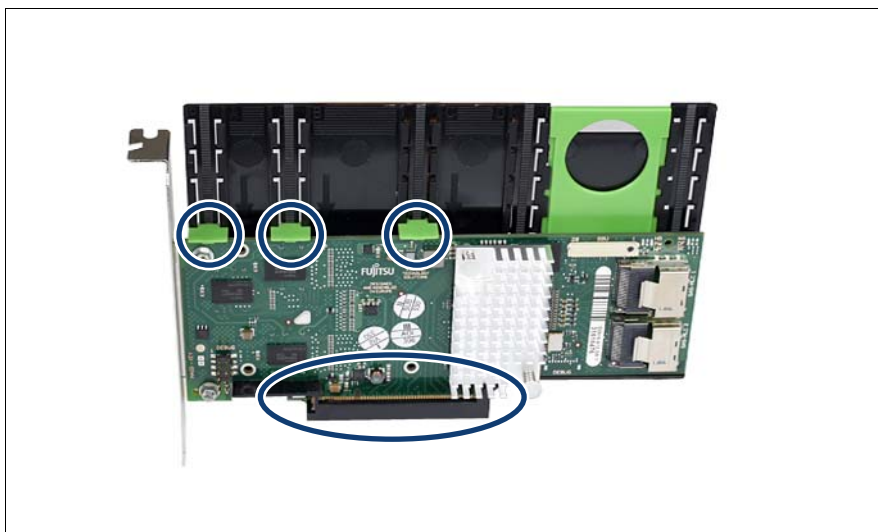

図 27: 新しい拡張カードの取り外しツールへの取り付け
- ▶ 緑色の固定フック（103 ページ の図 27 の円を参照）をロッドに取り付け、拡張カードの上端にはまるまで押し下げます。